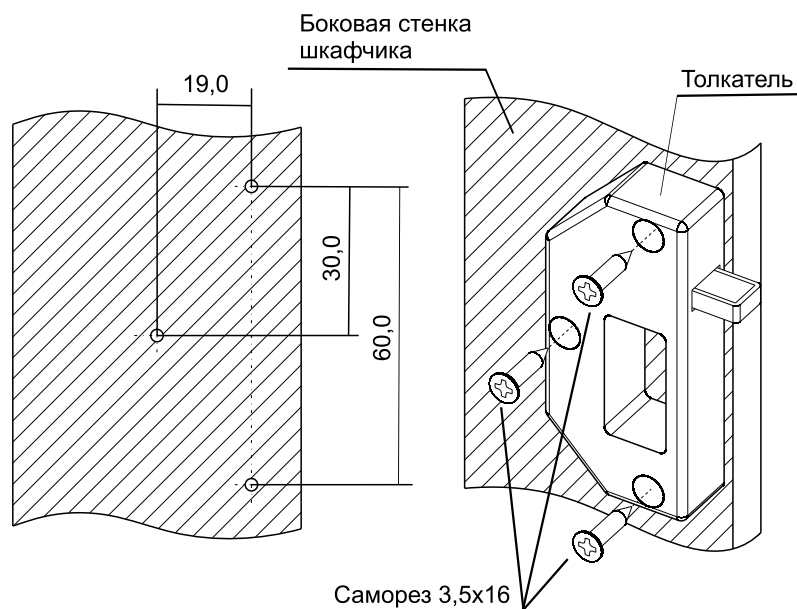

Рис. 1
- 1** Установите толкатель замка на стенке шкафчика (рис. 1 и рис. 2). Для разметки координат отверстий см. рис. 9